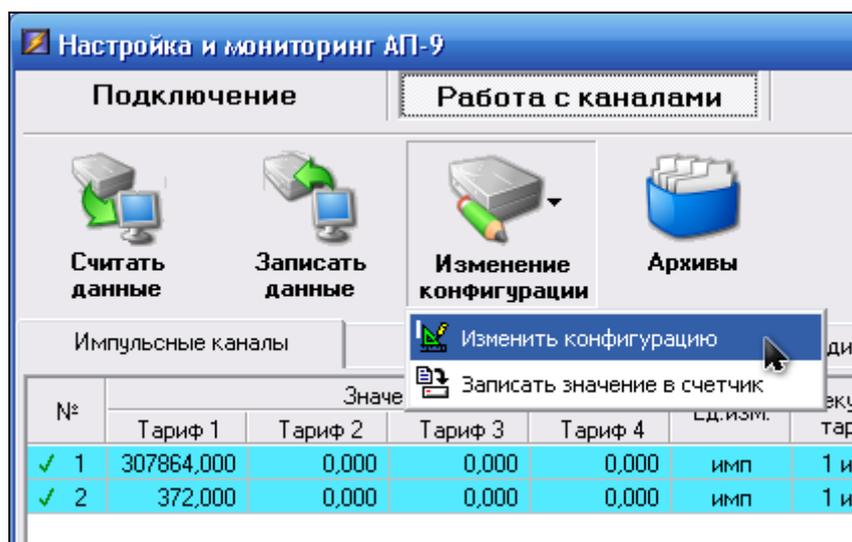

Рисунок 4. Вызов окна конфигурации импульсного канала
- для вызова окна настройки импульсного канала выбрать строку с нужным каналом и на панели инструментов нажать кнопку «Изменение конфигурации» - пункт «Изменить конфигурацию» (Рисунок 4);